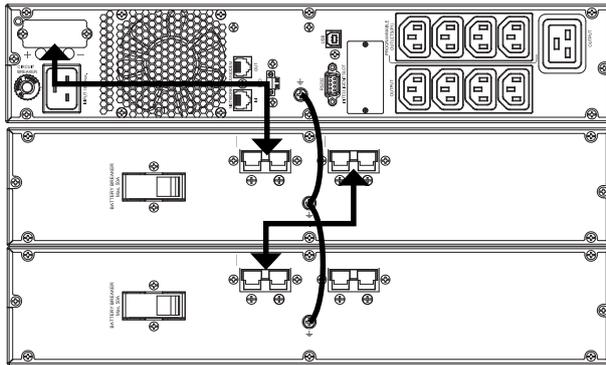

Abb. 9. Anschluss mit Batteriemodulen.
- Der Anschluss des Batteriemoduls mit der USV wird über einen Schlauch mit polarisierten Steckern an beiden Enden, der mit dem Batteriemodul mitgeliefert wird, durchgeführt. Den Stecker an einem Ende des Schlauchs in die jeweilige SPS.ADVANCE-Buchse und den Stecker des anderen Endes in die Buchse des Batteriemoduls stecken (siehe Abb. 9). Ebenso können die Batteriemodule parallel angeschlossen werden, da jedes Modul über zwei Stecker verfügt. Alle Stecker müssen mit den Schrauben an Ihrer Anlage befestigt werden, die die Schutzabdeckung jedes Steckers in der USV oder im Batteriemodul halten.
Das im Schlauch enthaltene Erdungskabel an den entsprechenden gekennzeichneten Stellen anschließen, sei es an einer Klemme oder an einer Schraube (siehe Abb. 9). Wenn der Anschlusschlauch über ein Gitter verfügt, wird der Erdungsanschluss zwischen den Anlagen über diese verbunden, indem mithilfe des im vorherigen Punkt angegebenen Schrauben die Metallstützen der Stecker an der USV und an dem Batteriemodul oder an den Batteriemodulen befestigt werden.
- In der Abb. 9 wird der Anschluss eines Geräts mit 3 kVA in einer Anordnung Typ Rack mit zwei Batteriemodulen dargestellt. Für eine größere Anzahl so ähnlich wie in der Abbildung dargestellt vorgehen.